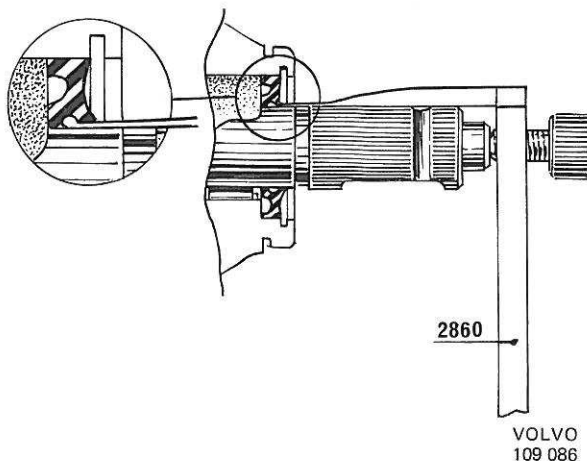

Figure 92. Démontage de la bague d'étanchéité
3. Monter avec précaution l'extracteur 2860 dans la bague d'étanchéité. Serrer la vis (figure 92), ce qui permet de retirer la bague d'étanchéité. Si elle reste coincée dans la gorge à circlips, tourner l'outil avec précaution dans les deux sens.